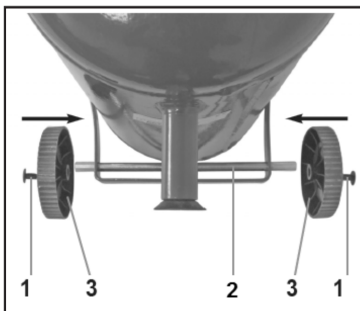

Рис. 2
- Установите на компрессор колеса (только для КПБ 190/24, КПБ 190/24+4К) (рис. 2).